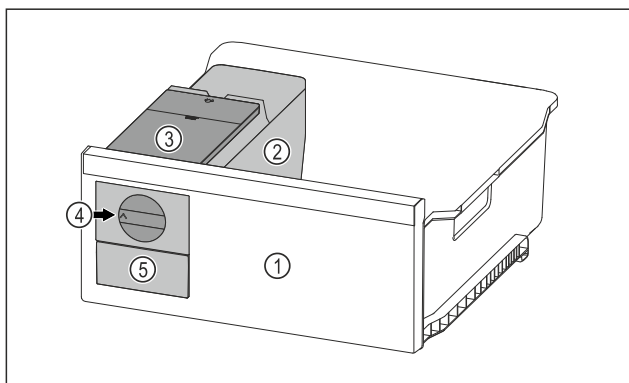

Fig. 120 Ілюстративне зображення
- ▶ Поворотну ручку Fig. 120 (4) повернути за годинниковою стрілкою до упору.
- ▷ Кубики льоду випадають із ванночки для кубиків льоду у висувний ящик для кубиків льоду Fig. 120 (5).